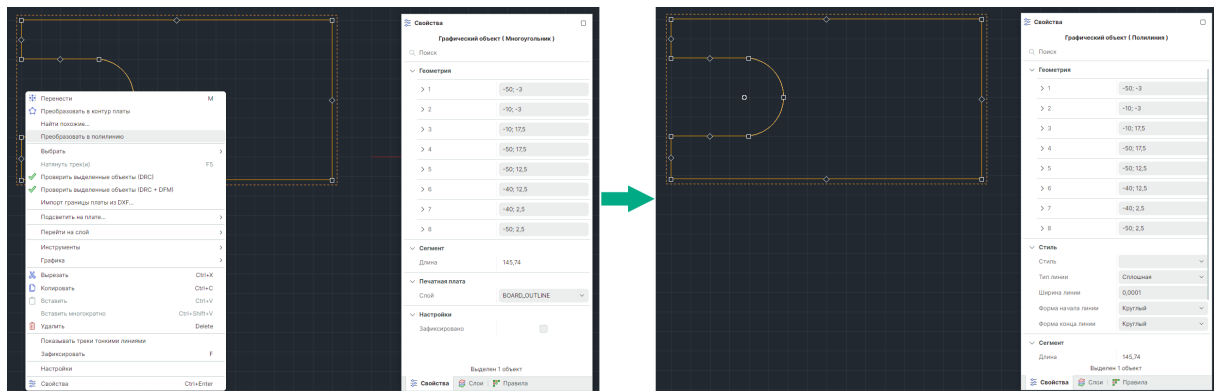

Рис. 113 Преобразование полигона в полилинию
3. Редактирование контура платы ручным перемещением точек трансформации контура с предварительным преобразованием в полилинию через контекстное меню «Преобразовать в полилинию», см. Рис. 113.